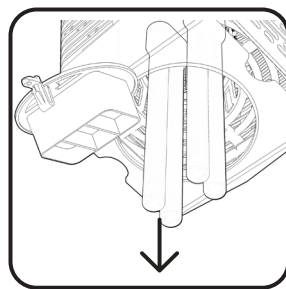

Fig. 3
5. En portant des gants, tirez doucement sur l'ampoule pour la retirer. (Fig. 3)